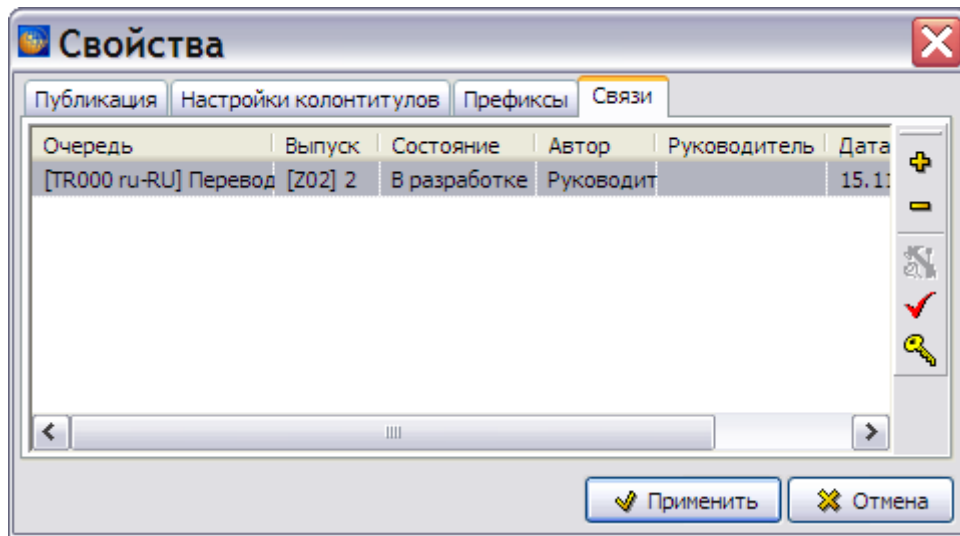

Рис. 23.41
3. Откройте вкладку **Связи** (Рис. 23.41).
Нажатие на одну из кнопок **Установить статус публикации «В разработке»** , **Установить статус публикации «Отработана»**  или **Установить статус публикации «Утверждена»**  приведет к соответствующему изменению состояния версии публикации, связанной с выпуском. Новое состояние отобразится в окне **Свойства** (Рис. 23.41).